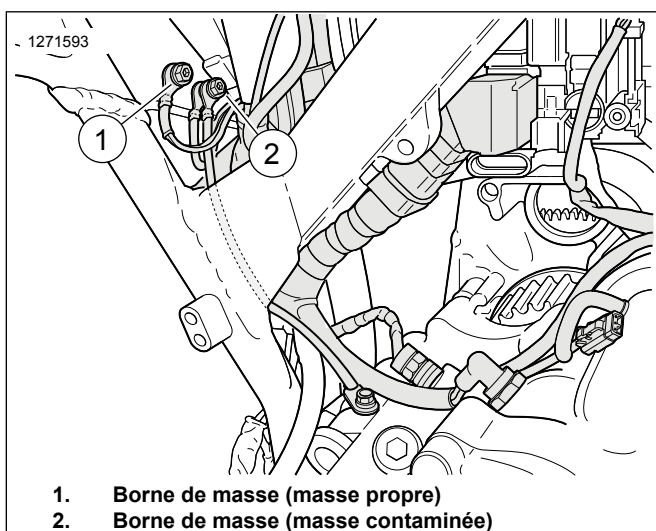

Figure 42. Emplacements des bornes de masse du boîtier de batterie
Voir Figure 42 . Acheminer et connecter le fil de masse ATM à la borne de masse **propre** (1). Serrer.